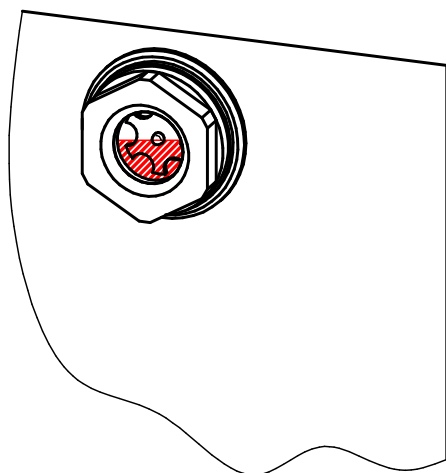
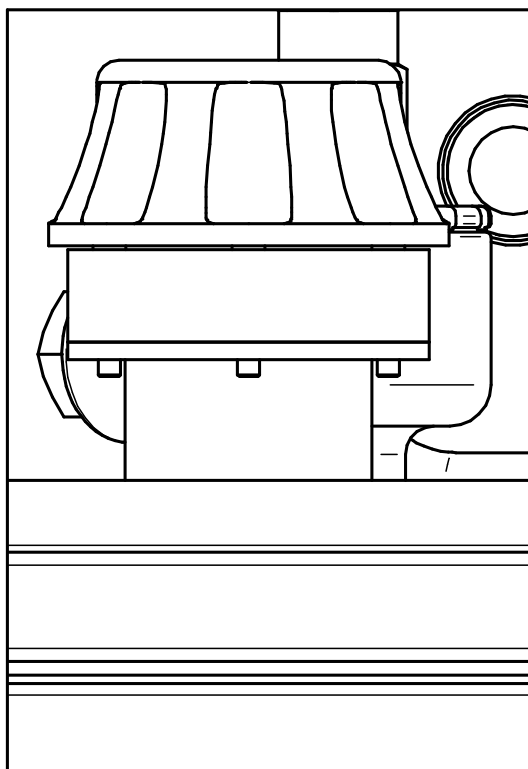

Рисунок 6 –
Рисунок 9 – Заливочная горловина
- указатель уровня гидрожидкости – показывает уровень гидравлической жидкости в баке (гидроаккумуляторы полностью разряжены) и нахождении привода в положении «ЗАКРЫТО» (рисунок 6);
2.2.2.3 Гидрожидкость поставляется отдельно в бочках по 200л. или упакована с каждым приводом канистрами по 15л. Необходимо произвести установку крана отсечного вместо сливной пробки бака. Заправку бака привода произвести через горловину бака (рисунок 9). Количество заливаемой жидкости контролировать по индикатору уровня (рисунок 6) при нахождении привода в положении «ЗАКРЫТО». При заливке жидкости рекомендуется использовать специальное устройство для перекачки (ручной или электрический насос) со встроенным фильтром, обеспечивающим тонкость фильтрации 25 мкм.
- включить медленную подачу азота в гидроаккумулятор выкрутив клапан 06 (рисунок 9 и А.3.1 приложения А) на узле разгрузки гидроаккумулятора. Продолжать подавать азот до тех пор, пока внутренний поршень аккумулятора не достигнет крайнего положения (прекратится звук от струи газа, поступающего в гидроаккумулятор);
- закрутить клапан 06 (рисунок 9 и А.3.1 приложения А) на узле разгрузки гидроаккумулятора и повышать давление азота до номинального значения в соответствии с температурой окружающей среды (Таблица 3);
2. Сбросить давление в гидросистеме до 0, открыв отсечной клапан блока разгрузки гидроаккумулятора (рисунок 9).